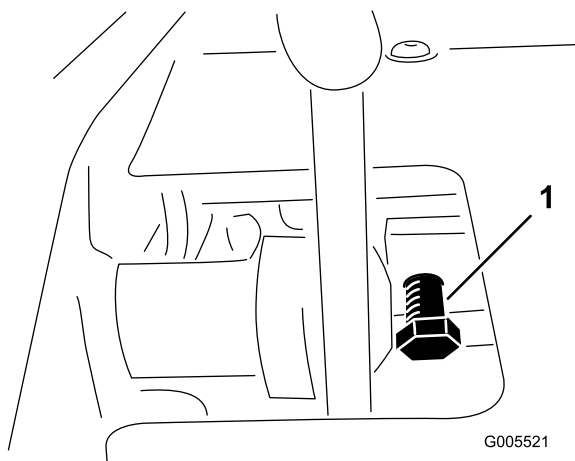

Figure 53
1. Desserrez l'écrou de blocage sur le boulon de verrouillage de la pédale (Figure 53).